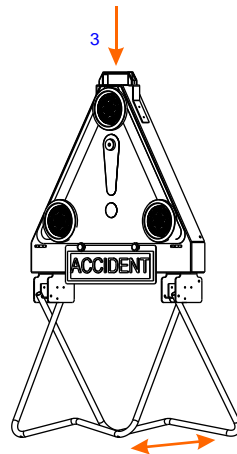

Figure 6. Pieds entrecroisés
- Reposer l'ensemble une fois les pieds en position (les pieds doivent "s'entrecroiser"). (Figure 6.)